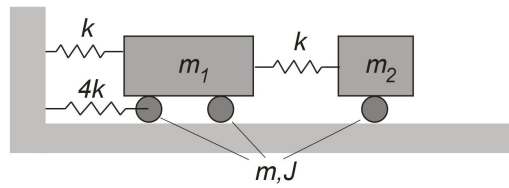

Figura 1
**Questão 1 (4,0):** Uma máquina é modelada pelo sistema mostrado na Figura 1. As massas dos elementos principais são  $m_1$  e  $m_2$  e as rigidezes são como mostradas. Cada rolete rola sem deslizar e tem massa  $m$ , diâmetro  $d$  e momento de inércia de massa  $J$  em relação ao seu centro. Considerando que o movimento ocorre apenas na direção longitudinal, obtenha as equações de movimento, na forma matricial, do sistema para pequenas oscilações.